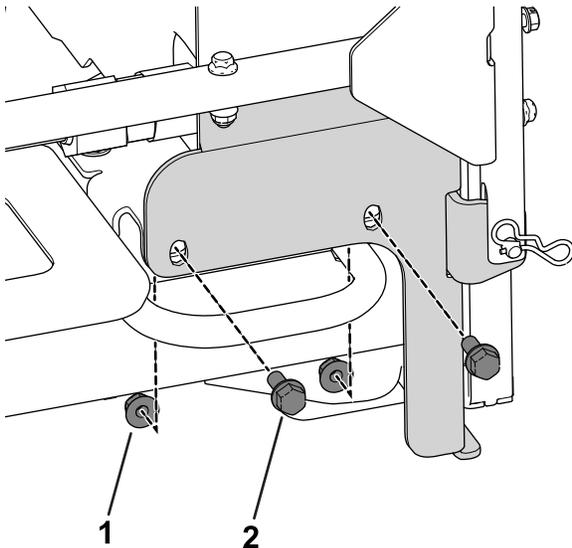

Figure 7
A. Retirez les fixations existantes de chaque côté du cadre du radiateur, près du longeron de cadre de la machine (Figure 7).